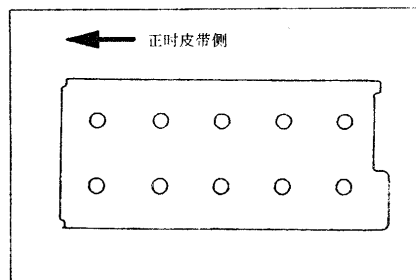

图 3-32
d. 按如图 3-32 所示顺序拧紧螺栓, 直到每个螺栓达到力矩 49N·m。
- f. 按如图 3-32 所示顺序重新拧紧螺栓，直到每个螺栓达到力矩 $20 \text{ N} \cdot \text{m}$ 。